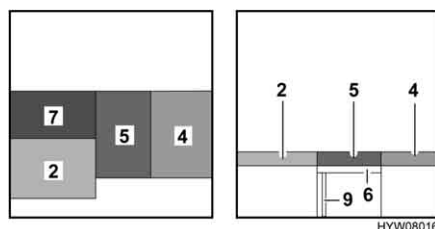

Fig. 101 Dopo la trasformazione
- Tirare il cuscino del divano (Fig. 101,5) al centro.
- Posizionare il cuscino dello schienale (Fig. 101,4) tra il cuscino del divano e la parete.